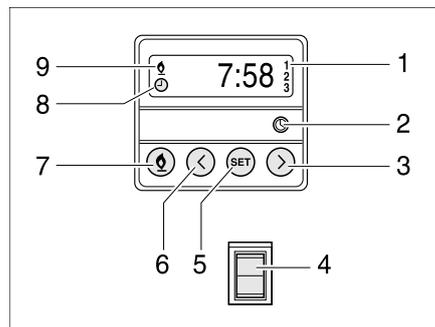

Bild 175 Bedieneinheit für Standheizung
Manuell einschalten: ■ Taste (Bild 175,7) drücken. Der Heizbetrieb wird durch das Symbol (Bild 175,9) angezeigt. Das Gebläse wird erst bei einer Kühlwassertemperatur von 30 °C zugeschaltet.
Manuell ausschalten: ■ Taste (Bild 175,7) drücken. Das Symbol (Bild 175,9) erlischt.
Motorbeheizung zuschalten: ■ Schalter (Bild 175,4) unten drücken. Motor wird vorgewärmt. Das Gebläse wird sofort zugeschaltet.
Motorbeheizung abschalten: ■ Schalter (Bild 175,4) oben drücken. Motor bleibt kalt.
Uhrzeit einstellen: ■ Taste (Bild 175,2) drücken. Die Uhrzeiteinstellung wird durch das Symbol (Bild 175,8) angezeigt.
■ Mit den Tasten (Bild 175,3 und 6) die Uhrzeit einstellen.
Heizbeginn programmieren: ■ Taste (Bild 175,5) drücken.
■ Innerhalb von 10 Sekunden mit den Tasten (Bild 175,3 und 6) die Einschaltzeit einstellen.
Programmierte Einschaltzeit auswählen: ■ Taste (Bild 175,5) so oft drücken, bis die gewünschte Programmnummer (Bild 175,1) im Display angezeigt wird.